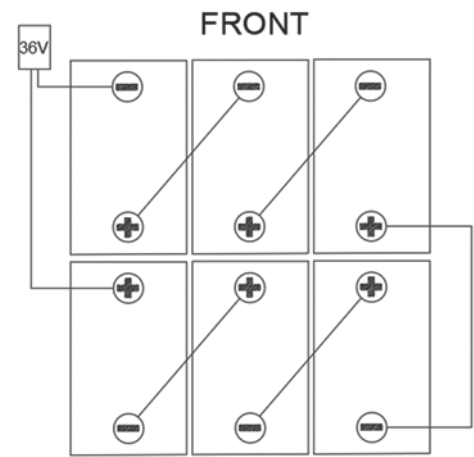

Figure 5
La machine nécessite six batteries de 6 V, connectées et installées dans les positions illustrées à la Figure 5.
La machine est fournie avec des câbles adaptés à l'installation de 6 batteries 6 V. Mettre soigneusement les batteries dans le compartiment, puis les installer correctement comme indiqué à la Figure 5. Mettre correctement la plaque fixe de la batterie.
8. Acheminer et installer le câble de la batterie comme indiqué dans la Figure 5, puis serrer soigneusement l'écrou sur chaque borne de la batterie.